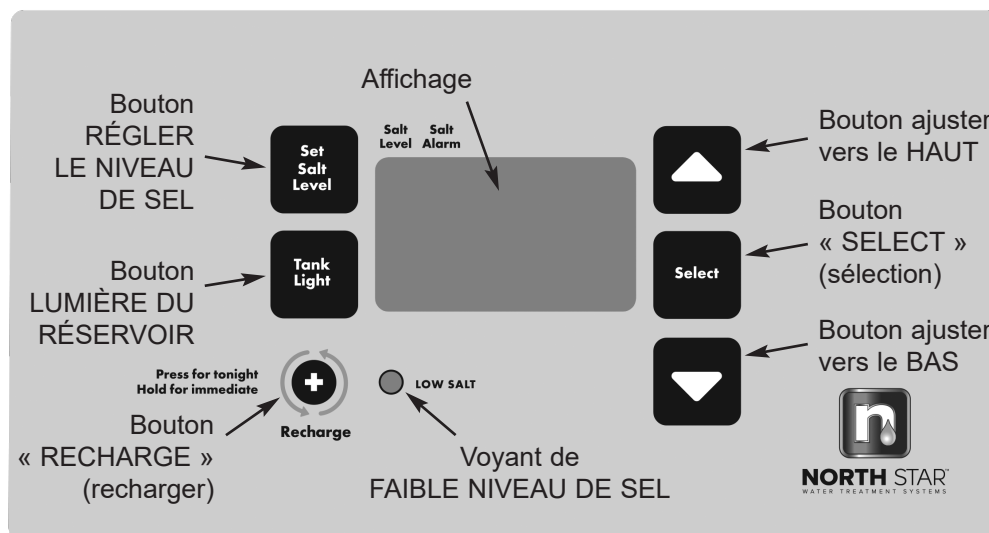

FIG. 16
5. Amorcez la régénération en appuyant le bouton RECHARGER (Régénérer) pendant 3 secondes (voir la figure 16 à la page 13). Le moteur de la soupape se met en marche et la soupape avance en position « Remplir ».